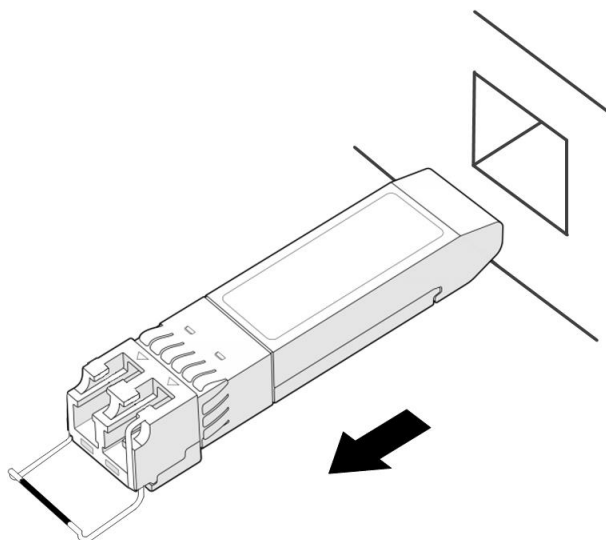

Рисунок 64 – Извлечение SFP-трансивера из слота
2) извлеките трансивер из слота (рисунок 64).